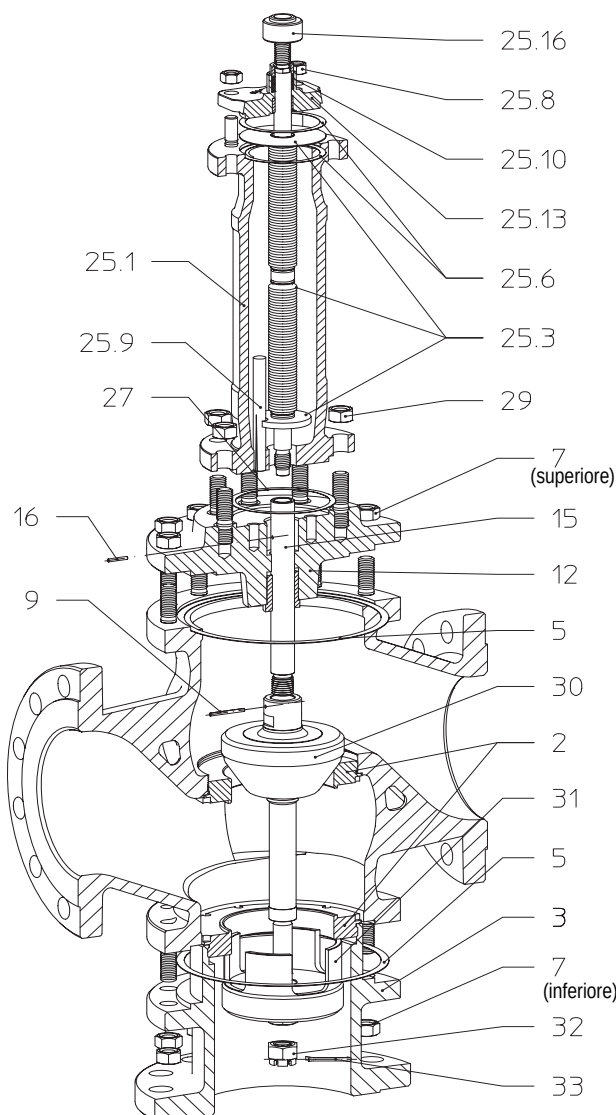

Fig. 11: Serie 463
- Serrare il raccordo a vite (pos. 25.17) o il dado a risvolto (pos. 25.16) fino alla tenuta del premistoppa (pos. 25.10).
- Fig. 11: Serie 463